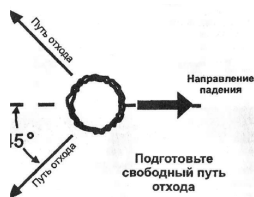

рис.2
5.1 Основные правила по валке деревьев (рис.2, 3)